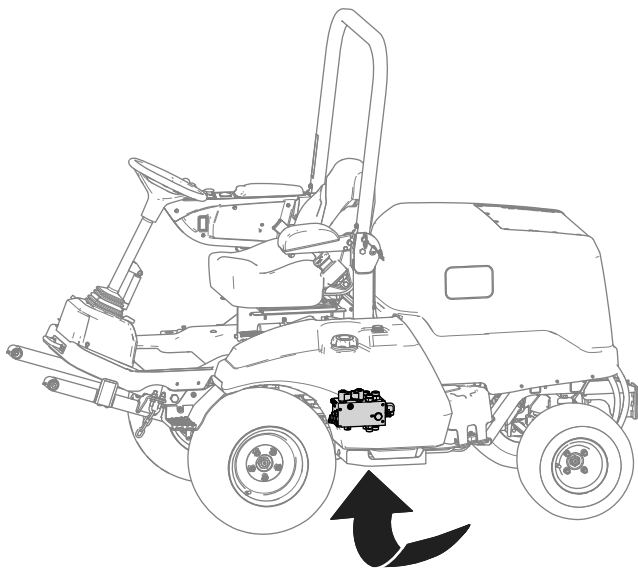

図 7
A. 油圧マニホールドの下にオイルを受ける容器をおく 図 7 に示す。